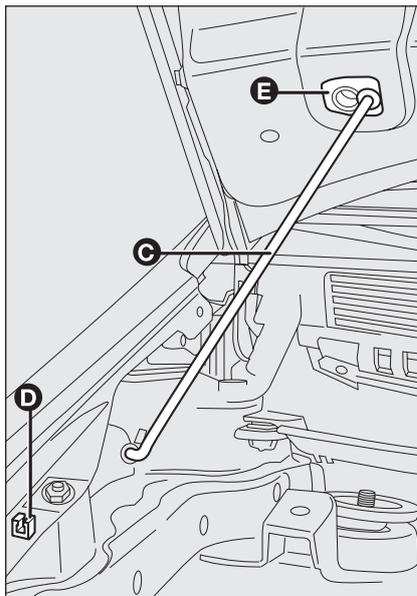

fig. 107
- sollevare il cofano e contemporaneamente liberare l'asta di sostegno **C**-fig. 107 dal proprio dispositivo di bloccaggio **D** quindi inserire l'estremità dell'asta nella sede **E** del cofano.
CHIUSURA fig. 107